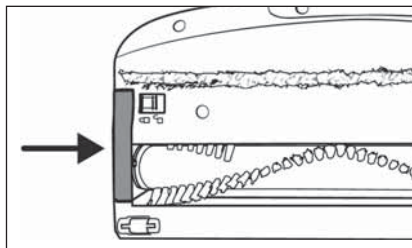

Fig. 32
- 6) Vuelva a montar el soporte del rodillo de cepillos 20 en el cepillo para suelos 22. Presiónelo hacia abajo hasta que encastre con un chasquido en el cepillo para suelos 22 (consulte la fig. 32).